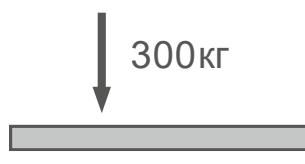

Рисунок 20
15.2 Точечная нагрузка действует на небольшой площади (примерно 100×100 мм) при контакте с покрытием (см. Рисунок 20). В типичных случаях это ножки гимнастического снаряда, колеса передвижной баскетбольной корзины, стенда и т.д. При этом обычно давление относительно высоко, и именно этот тип нагрузки особенно часто приводит к повреждению деревянного покрытия.